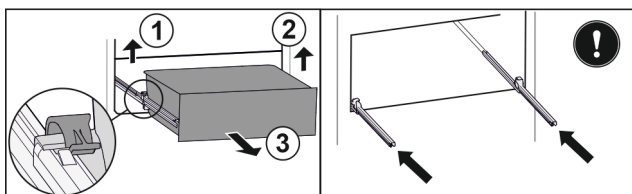

Fig. 164
- ▶ Підняти лівий затискач і одночасно висувний ящик ліворуч потягнути вперед. Fig. 164 (1)
- ▶ Підняти правий затискач і одночасно висувний ящик праворуч потягнути вперед. Fig. 164 (2)
- ▶ Вийняти висувний ящик рухом вперед. Fig. 164 (3)